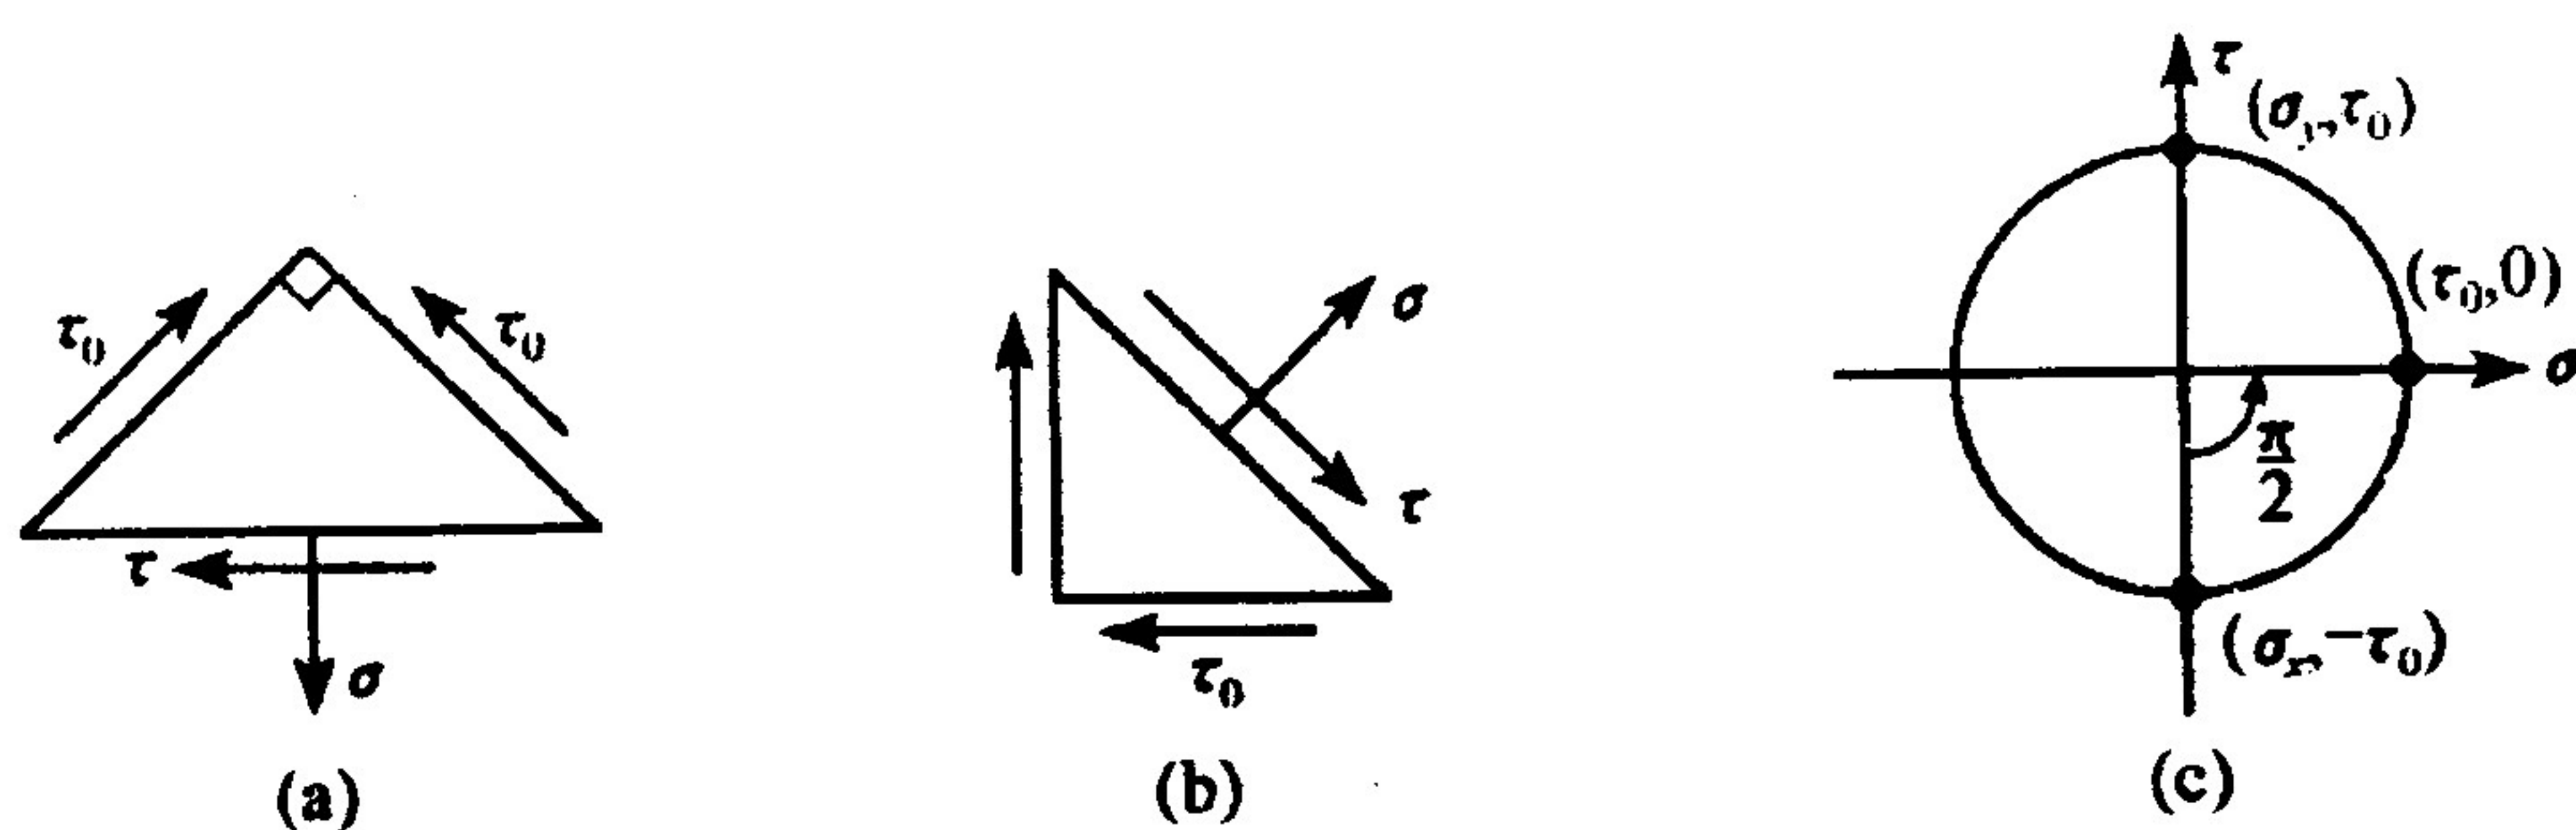

图 7.7
9. 图 7.7 所示等腰三角形单元体,已知两直边表示的截面上只有切应力,且等于  $\tau_0$ , 则斜边表示的截面上的正应力  $\sigma$  和切应力  $\tau$  分别是( )
故选(B)。或者作应力圆如图 7.7(c) 所示, 从  $x$  向逆向旋转  $90^\circ$ ,  $\sigma_1 = \sigma_{45^\circ} = \tau_0$ ,  $\tau_{45^\circ} = 0$ 。